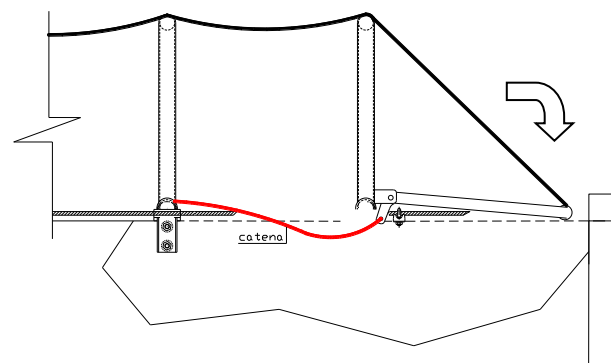

fig. 2
- Abaisser manuellement la fermeture (fig. 2) ;